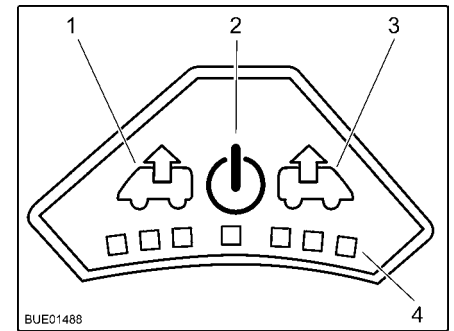

Fig. 129 Cuadro de mando del ventilador
- Pulsar la tecla On/Off (Fig. 129,2). El ventilador funciona en el modo confort (extracción con la velocidad más baja del ventilador).
- Para aumentar la velocidad del ventilador: Pulsar la tecla de extracción (Fig. 129,1). La velocidad del ventilador aumenta un nivel en el sentido de extracción de aire. Los LED (Fig. 129,4) muestran los niveles de ajuste.
- Para disminuir la velocidad del ventilador: Pulsar la tecla de ventilación (Fig. 129,3). La velocidad del ventilador disminuye un nivel.
- Para aumentar la velocidad del ventilador: Pulsar la tecla de ventilación (Fig. 129,3). La velocidad del ventilador aumenta un nivel en el sentido de ventilación. Los LED (Fig. 129,4) muestran los niveles de ajuste.
- Para disminuir la velocidad del ventilador: Pulsar la tecla de extracción (Fig. 129,1). La velocidad del ventilador disminuye un nivel.
- Pulsar la tecla On/Off (Fig. 129,2). El ventilador se detiene, los LED se apagan.